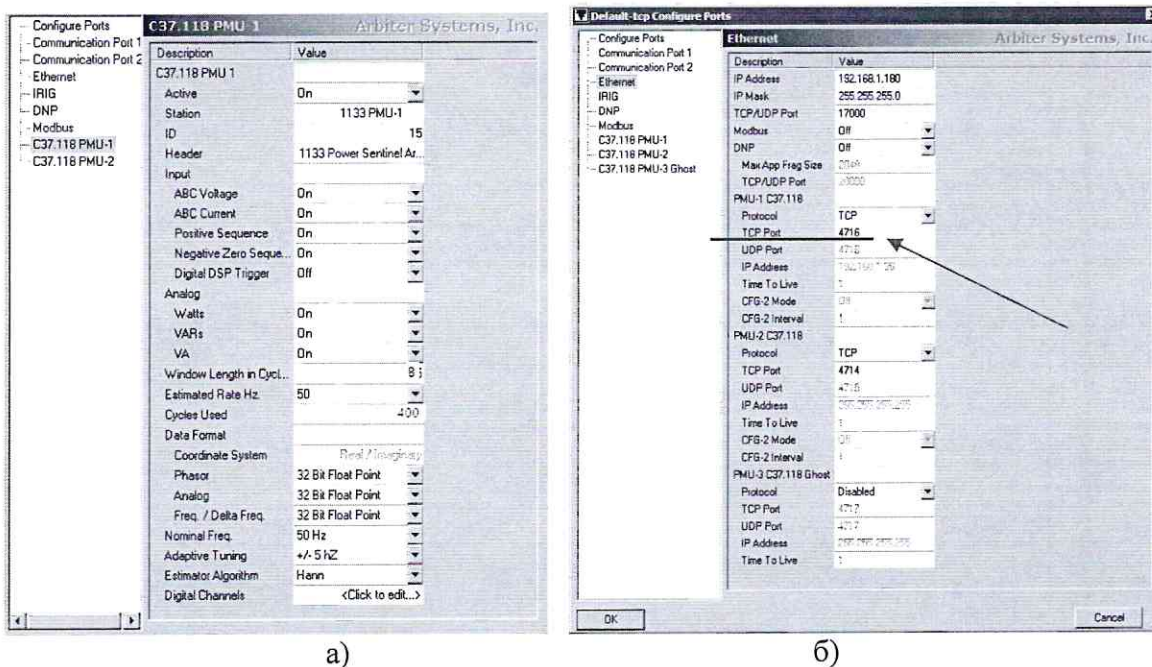

Рисунок 3
7.3.4.8 В ПО PSCSV™ выберите меню Connection > Configure > Communication Ports > C37.118 PMU1, (рисунок 3а) установить для счетчика 1133А:
7.3.4.9 Задать параметры конфигурации порта Ethernet, рисунок 3б). Из ниспадающего списка для PMU-1 C37.118 выбрать протокол TCP и записать номер TCP порта (4716, рисунок 3б) определенный ПО PSCSV™, (номер TCP порта необходим для связи со счетчиком 1133 А в программе UVITest) и нажать кнопку ОК для записи параметров в память счетчика 1133А.